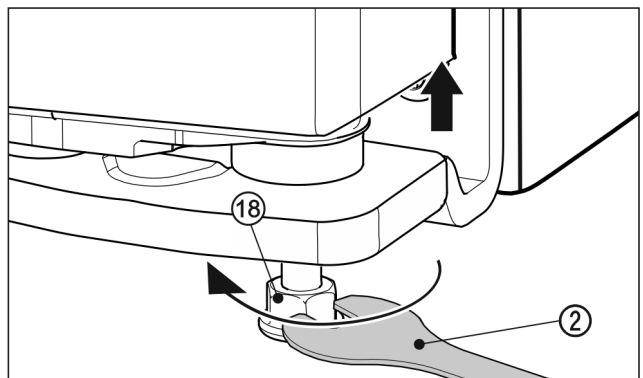

Fig. 26
- ▶ Keerake ukse tõstmiseks seadejalga Fig. 26 (18) kaasaoleva lihtvõtmega Fig. 26 (2) paremat pidi põrandaga kokkupuuteni välja. Siis keerake edasi, kuni ukse kõrgus on seatud. Tarneseisundis on laagripolt täiesti sisse keeratud.